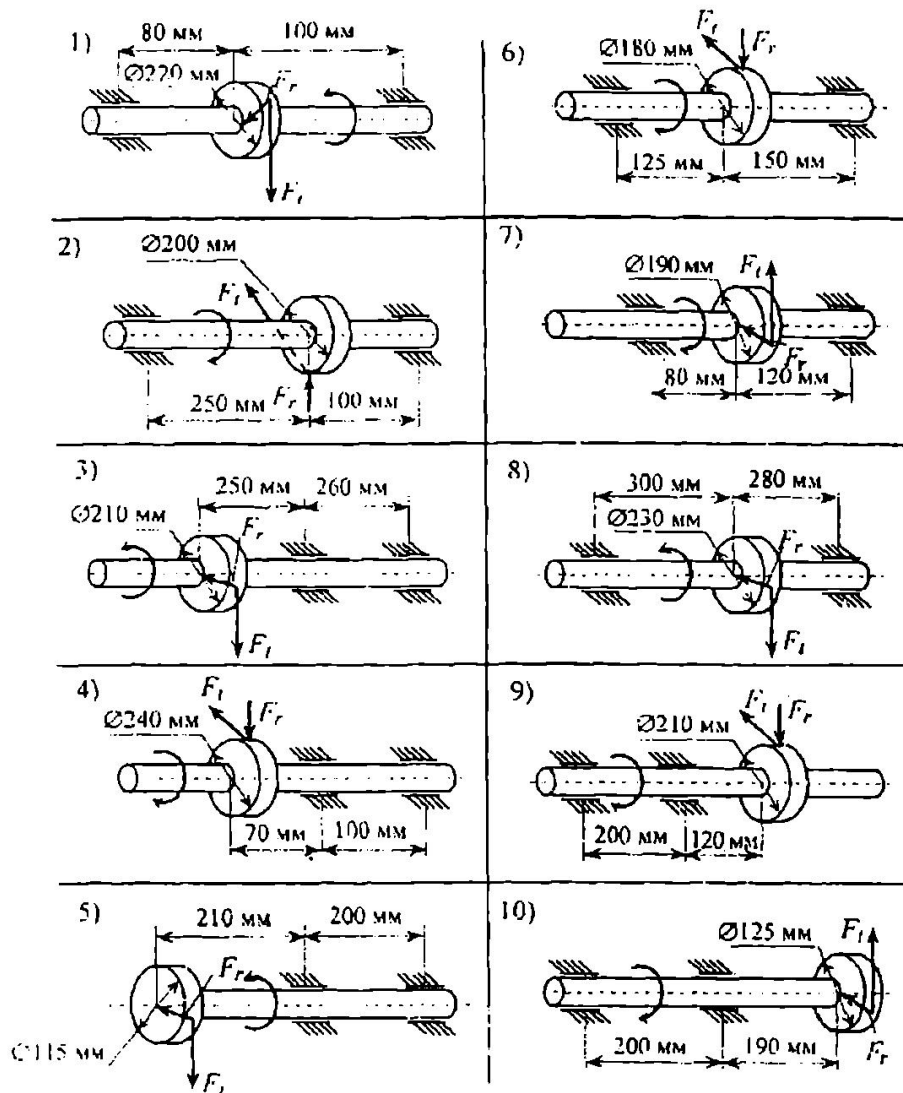

Рисунок 9.
8. Строим эпюру изгибающих моментов от силы F_r , действующей в горизонтальной плоскости (рисунок 9 д).